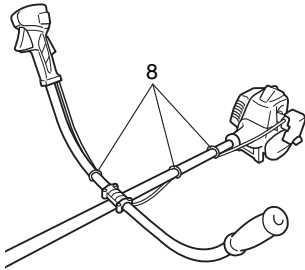

Fig. 5
Aople el tubo de protección al eje de distribución o al asidero mediante las fijaciones de cable (8). (Fig. 5)